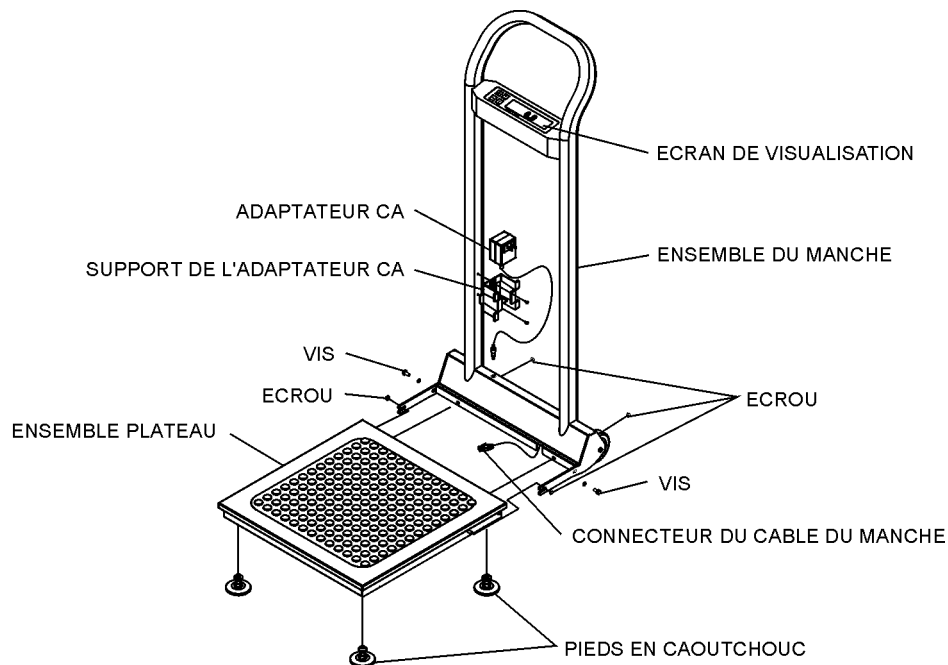

Figure 1. Assemblage après envoi
4. Maintenez l'ensemble du manche perpendiculaire à l'ensemble plateau, comme l'indique la figure 1.